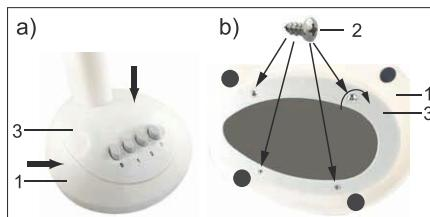

Fig.61: Montage basis
1. Steek de sokkel (3) met het motorblok en de druktoetsen in de basis (1) om de ventilatorsnelheid in te stellen, afb. 61 a).
2. Draai het geheel om, zodat de onderzijde van de sokkel en de basis nu zichtbaar zijn, afb. 61 b).
3. Schroef de basis met de kruiskopschroeven (2) vast met de wijzers van de klok mee.